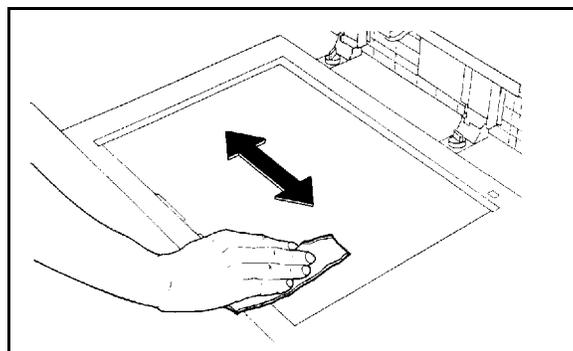

Figura 3: Limpieza del cristal de exposición
- 2 Limpie el cristal de exposición con un paño en sentido longitudinal, tal y como ilustra la Figura 3. Tenga cuidado de no tocar el cristal con los dedos.